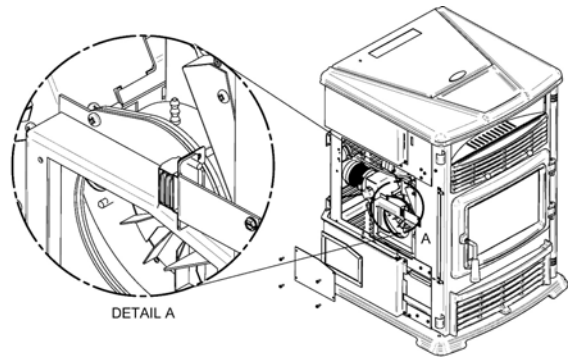

Figure 51
- **Nettoyage** – Sur une certaine période de temps, les résidus de combustion et la saleté peuvent s'accumuler sur les pales des ventilateurs de convection et de combustion/évacuation. Les ventilateurs doivent donc être nettoyés de façon périodique car les saletés et résidus de combustion peuvent affecter leur performance. Vous avez accès au ventilateur de convection en ouvrant simplement le panneau de côté droit de l'appareil. Les cages du ventilateur de combustion/évacuation sont accessibles en enlevant la panneau gauche et arrière (Figure 51). Pour nettoyer les pales situées dans la cage d'air de combustion, insérez l'embout de l'aspirateur dans l'arrivée d'air frais. Pour nettoyer les pales situées dans la cage d'évacuation, vous devez d'abord ouvrir la trappe d'accès située sur le côté du boîtier métallique à l'aide d'un tournevis. Insérez ensuite le bout de l'aspirateur et nettoyez.